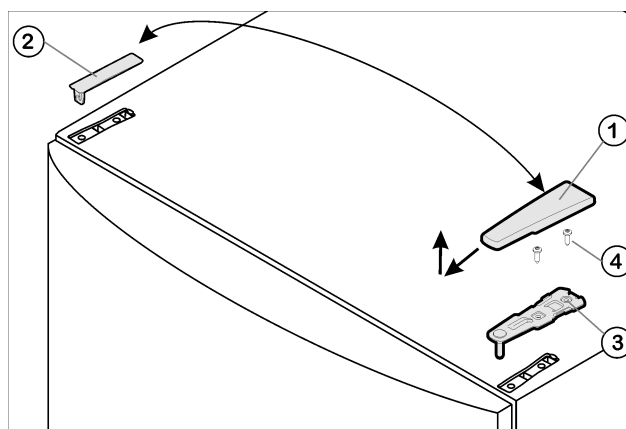

Fig. 4
- ▶ Enlever le cache Fig. 4 (1) vers l'avant et vers le haut.
- ▶ Retirer le cache Fig. 4 (2).
- ▶ Dévisser le support d'appui supérieur Fig. 4 (3) (2 Torx® 25) Fig. 4 (4) et retirer vers le haut.
- ▶ Placer le support d'appui supérieur Fig. 4 (3) sur le nouveau côté charnière de porte.
- ▶ Visser le support d'appui supérieur à fond (avec **4 Nm**) (2 Torx® 25) Fig. 4 (4). Pointer les trous de vissage ou utiliser une visseuse sans fil.
- ▶ Faire encliqueter le cache Fig. 4 (1) et le cache Fig. 4 (2) du côté opposé.